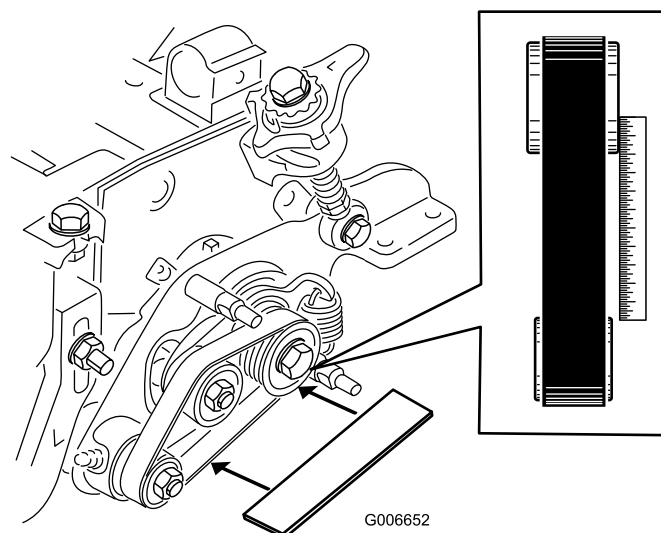

Figura 14
- Appoggiate un regolo sulla superficie esterna della puleggia **motrice** (Figura 14).